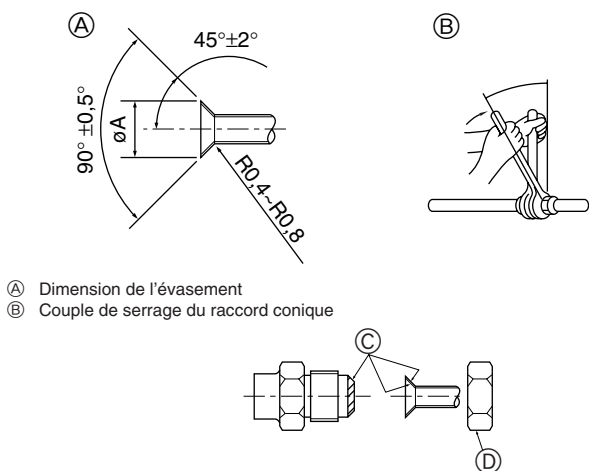

Fig. 4-2
(A) (Fig. 4-2)
(B) (Fig. 4-2)
### 4.2. Connexion des tuyaux (Fig. 4-2)